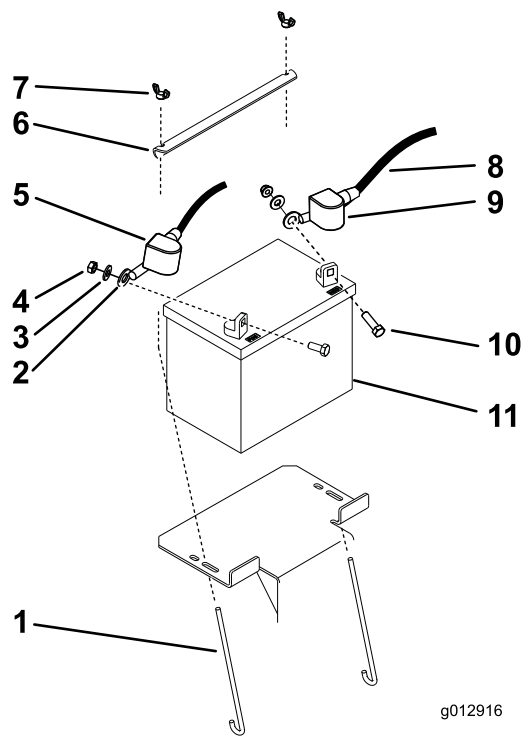

Figura 38
3. Levante la cubierta de goma negra del cable negativo, y desconecte el cable negativo del borne negativo (-) de la batería (Figura 38).
4. Retire la cubierta de goma roja del borne positivo (rojo) de la batería y retire el cable positivo (rojo) (Figura 38).
5. Retire la pletina de sujeción de la batería (Figura 38), y retire la batería.
1. Coloque la batería en la máquina (Figura 38).
3. Conecte primero el cable positivo (rojo) al borne positivo (+) de la batería con una tuerca, una arandela y un perno (Figura 38).
5. Luego conecte el cable negativo y el cable de tierra al borne negativo (-) de la batería con una tuerca, una arandela y un perno (Figura 38).